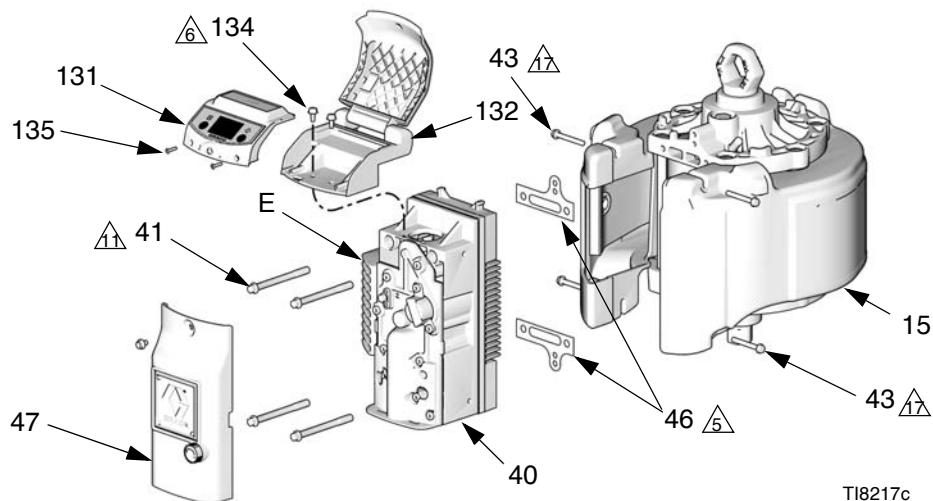

Рис. 9. Снятие воздушного клапана (на иллюстрации представлен двигатель с модулем DataTrak)
- См. Рис. 9. Снимите наружную крышку (47) клапана.
7. См. Рис. 9, стр. 19. Нанесите смазку на прокладки (46) и убедитесь в том, что они находятся на одной линии с отверстиями в задней части воздушного клапана (40). Установите воздушный клапан. Затяните винты (41) с усилием 27,1 Н•м (20 футофунтов). Затяните винты (43) рукой, затем подожмите их к шумоглушителю (15).